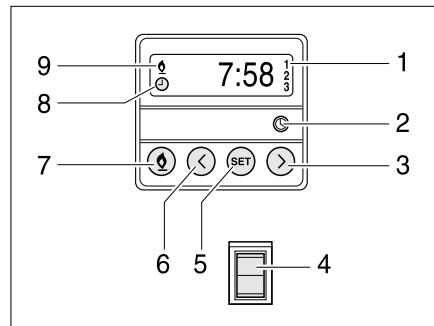

Bild 174 Bedieneinheit für Standheizung
Manuell einschalten: ■ Taste (Bild 174,7) drücken. Der Heizbetrieb wird durch das Symbol (Bild 174,9) angezeigt. Das Gebläse wird erst bei einer Kühlwassertemperatur von 30 °C zugeschaltet.
Manuell ausschalten: ■ Taste (Bild 174,7) drücken. Das Symbol (Bild 174,9) erlischt.
Motorbeheizung zuschalten: ■ Schalter (Bild 174,4) unten drücken. Motor wird vorgewärmt. Das Gebläse wird sofort zugeschaltet.
Motorbeheizung abschalten: ■ Schalter (Bild 174,4) oben drücken. Motor bleibt kalt.
Uhrzeit einstellen: ■ Taste (Bild 174,2) drücken. Die Uhrzeiteinstellung wird durch das Symbol (Bild 174,8) angezeigt.
- Mit den Tasten (Bild 174,3 und 6) die Uhrzeit einstellen.
Heizbeginn programmieren: ■ Taste (Bild 174,5) drücken.
- Innerhalb von 10 Sekunden mit den Tasten (Bild 174,3 und 6) die Einschaltzeit einstellen.
Programmierte Einschaltzeit auswählen: ■ Taste (Bild 174,5) so oft drücken, bis die gewünschte Programmnummer (Bild 174,1) im Display angezeigt wird.